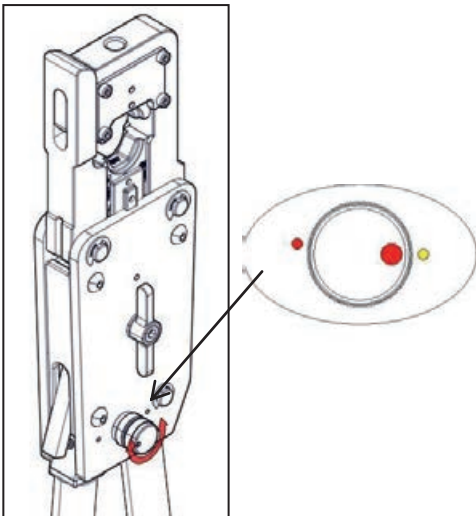

Figura 2. Desbloqueo del ajustador de carrera
- (1) Gire el ajustador de carrera a la posición de desbloqueo para desbloquear el mango movable. (Consulte la figura 2).
(1) Liberte o ajuste de curso e a alça móvel está a trabalhar depois. (Veja Figura 2.)